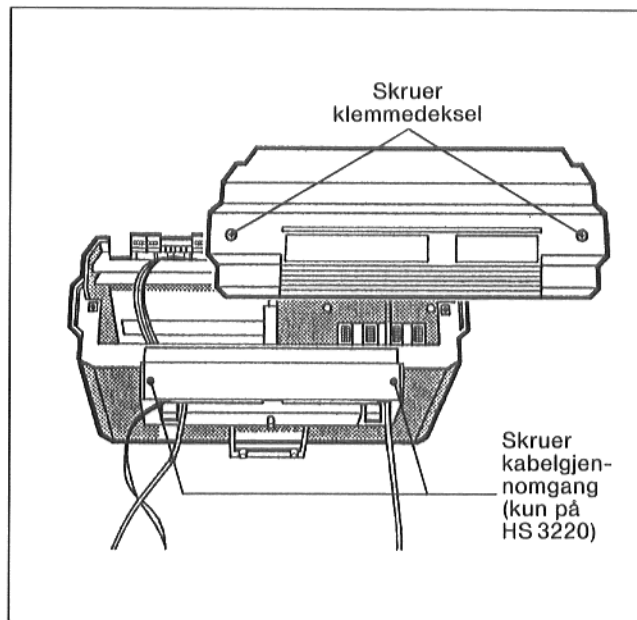

Fig. 22
Før den fremre topplaten monteres, må brennerkabelen trekkes nedenfra gjennom kabelgjennomføringen og utbrekingsdelen for kapillarrørene må brekkes ut (se også fig. 22 og 23).
- De to skruene dreies ut av klemmedekselet til kontroll-panelet (fig. 22). Klemmedekselet tas av.
De to skruene fra dekselet til kabelgjennomgangen (fig. 22) dreies ut. Dekselet til kabelgjennomgangen tas av.